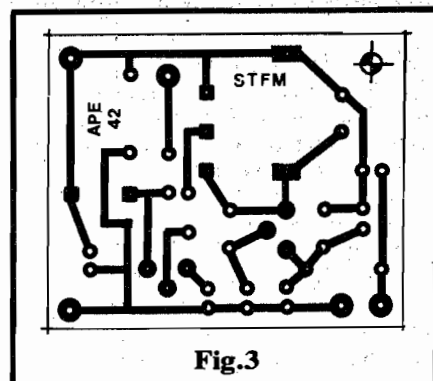

Fig.3
- Tanto o terminal central (B) quanto os extremos (A-C) devem ter suas extremidades raspadas, eliminando-se por cerca de 5 mm o esmalte isolador que normalmente reveste o fio... Se isso não for feito, a soldagem não poderá ser feita (e mesmo que seja possível, a conexão ficará eletricamente prejudicada...).
- **FIG. 3 - O LAY OUT DO CIRCUITO IMPRESSO ESPECÍFICO** - Munido do necessário material (placa virgem na dimensão indicada, de fenolite cobreado, decalques ou tinta ácido-resistentes, e o percloreto de ferro para o corrosão...) o Leitor/Hobbysta poderá fazer a plaquinha em casa, com "uma mão amarrada às costas", de tão simples e fácil! O padrão cobreado encontra-se, na figura, em tamanho natural (escala 1:1), com o que pode ser "carbonado" diretamente, sem problemas. Terminada a corrosão, e após uma cuidadosa limpeza, tudo deverá ser conferido, na busca (e no saneamento) de eventuais defeitos, "curtos", falhas, etc. É fácil corrigir-se qualquer imperfeição antes de se começar a colocar e soldar os componentes... A furação das ilhas deve ser feita com broca bem fininha... Observar, especialmente, as ilhas destinadas à ligação dos terminais do trimmer, que são mais avantajadas, em formato retangular... Dependendo das exatas formas dos terminais do trimmer obtido, poderá ser necessário um certo alargamento nos respectivos furos de inserção e ligação... Esse alargamento é fácil de ser feito, sim-